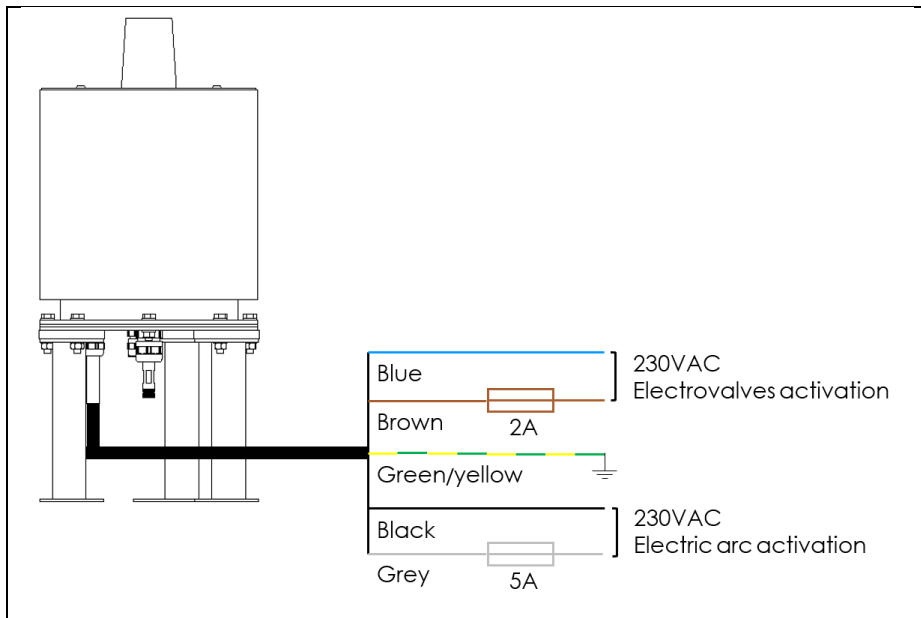

Fig. 2
Подсоедините электропроводку (⑤) к панели управления: (см. рис. 2)